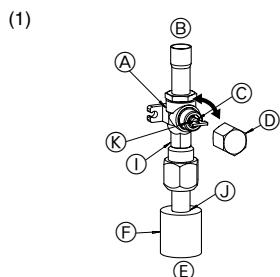
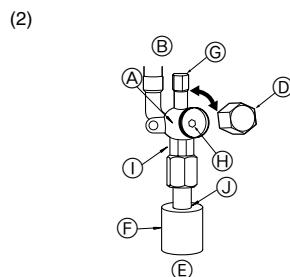

Fig. 4-5
Fig. 4-6
(1) Gaszijde (Fig. 4-5)
- ① Verwijder de dop, trek het handvat naar u toe en draai dit een kwartslag tegen de klok in om de kraan te openen.
- ② Let erop dat de afsluitkraan geheel open is, druk de hendel in en draai de kap terug naar de oorspronkelijke stand.
(2) Vloeistofzijde (Fig. 4-6)
- ① Verwijder de kap en draai de kraanstang zo ver mogelijk tegen de klok in met behulp van een 4mm-inbussleutel. Stop met draaien wanneer de nok wordt bereikt. (ø9,52: Circa 10 giri)